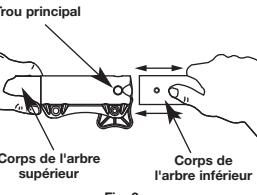

Fig. 3
- En tenant fermement le logement de l'arbre supérieur, retirez l'accessoire du couplage (Fig. 3).
- Tenez fermement l'accessoire et enfoncez-le tout droit dans le coupleur (Fig. 3).